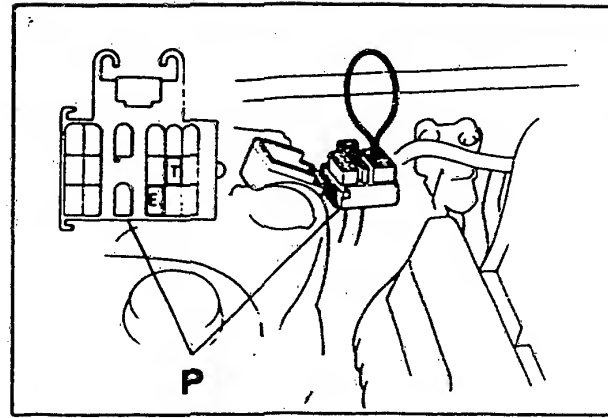

Bild 2 Die Klemmen T und E₁ des Prüfanschlusses (P) im Motorraum müssen für verschiedene Tests kurzgeschlossen werden.
- mit Überbrückungskabel die Prüfsteckeranschlüsse T und E₁ kurzschliessen (Bild 2).